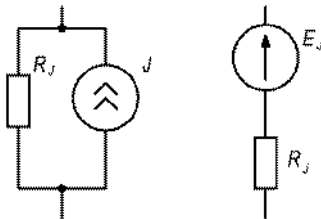

Рисунок 1.32
*Примечание.* Преобразование источника тока  $J$  в эквивалентный ему источник ЭДС (рис. 1.32) производится по формуле  $E = J R_J$ .